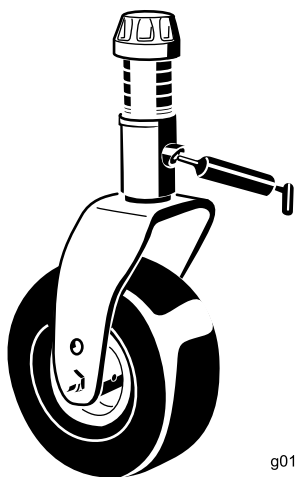

Figura 61
- Casquilhos do eixo da forquilha da roda giratória (2) (Figura 61)